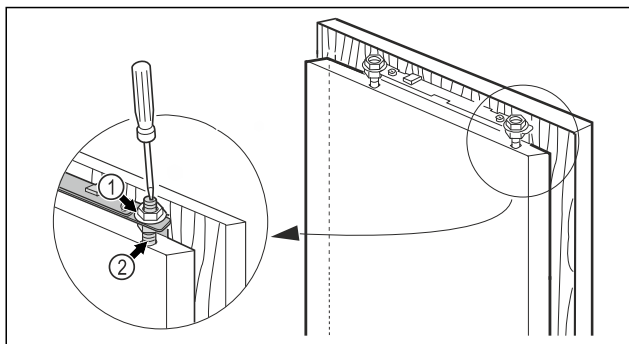

Fig. 49
- Spænd kontramøtrikkerne Fig. 49 (1) fast med en sekskantnøgle 13, og hold samtidigt imod justeringsboltene Fig. 49 (2) med en skruetrækker.